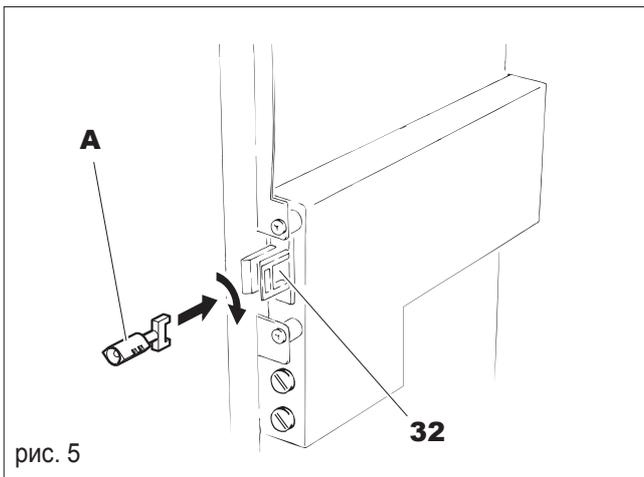

рис. 5
Опытный персонал, ответственный за установку, запуск, настройку, техническую поддержку и обслуживание торгового автомата. В обязанности входит только хранение тестового ключа (А, рис. 5).
- Микропереключатель (**32**, рис. 5) автоматически выключает подачу питания при открывании передней двери автомата. Используя тестовый ключ (**A** рис.5) возможно включение автомата.